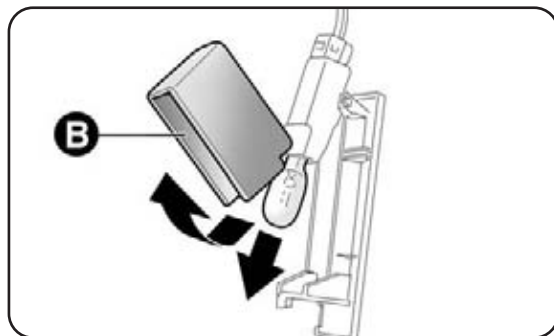

fig. 34
- apri la protezione B-fig. 34 e sostituisci la lampada;